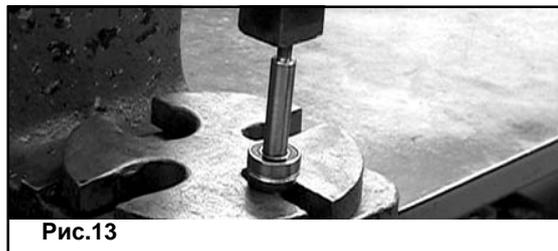

Рис.13
3. Чтобы снять подшипник с вала, поместите вал (концом с резьбой вверх) в зажим оправочного пресса. Поместите два опорных стержня, которые поставляются в наборе инструментов, друг напротив друга и между уплотнением на валу и зажимом оправочного пресса. Используя оправочный пресс, выдавите вал из подшипника, уплотнительной прокладки и уплотнения (рис. 13).